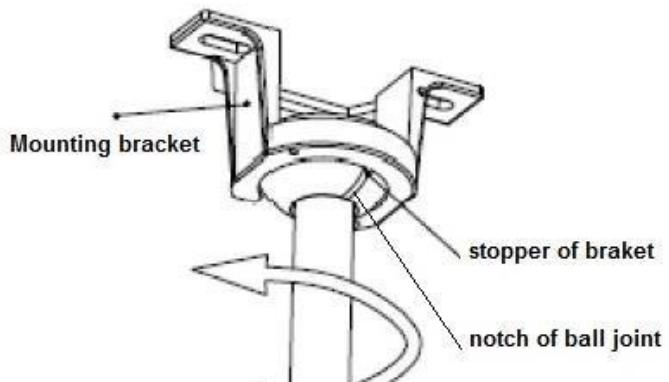

Fig. 5
- Επιβεβαιώστε ότι η εγκοπή της σφαιρικής αρθρώσης είναι ευθυγραμμισμένη πάνω στο 'stopper' του βραχίονα στήριξης αποτρέποντας την περιστροφή της. Fig. 5